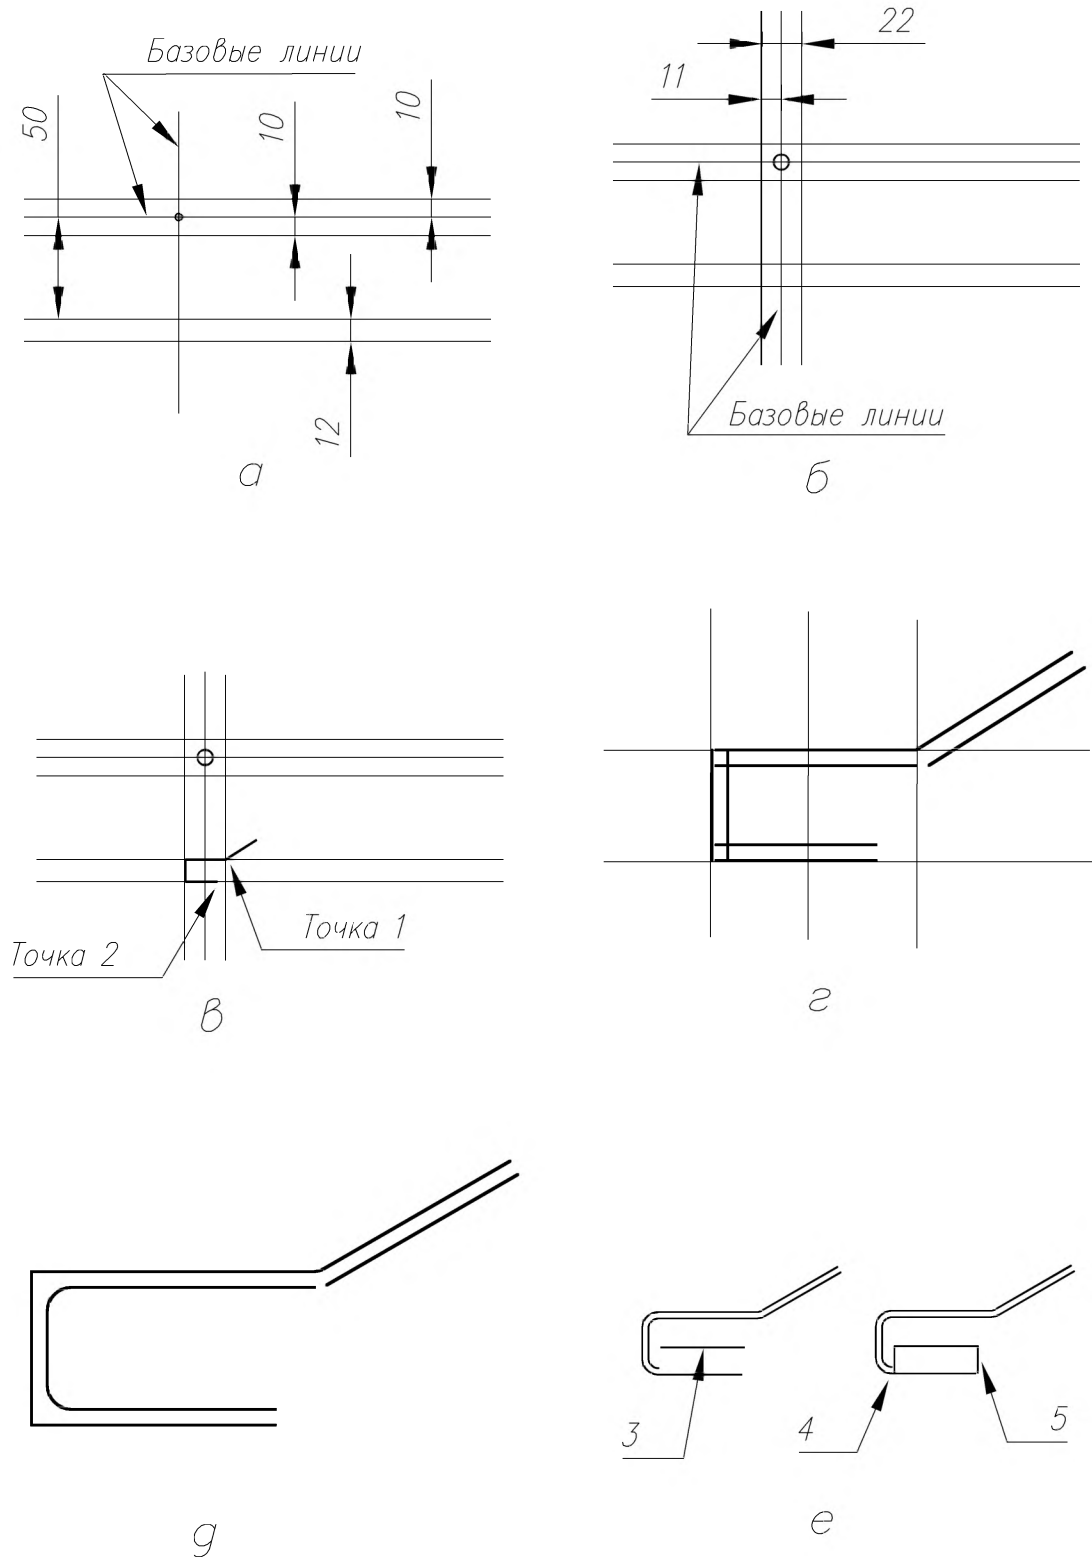

Рис. 6.2. Стадии рисования контакта
объектной привязкой. Эти две линии будем использовать, как базовые. Далее, используя приемы копирования на заданное расстояние, нанесите еще четыре линии, соответствующие габаритным размерам контакта, см. рис. 6.2а. Причем,
Затем аналогичными приемами сделайте две копии вертикальной линии, см. рис. 6.2б, на котором показано, как должны расположиться горизонтальные и вертикальные линии. «Канва» для рисования детали готова – приступим к работе. При выполнении предлагаемых ниже команд и действий можно повсеместно использовать объектные привязки, о чем в тексте никаких дополнительных указаний даваться не будет.
Щелкните по кнопке  **Line** (Линия). Подведите указатель мыши к точке 1 (рис. 6.2в) и щелкните ЛК. Этим вы обозначите первую точку линии. Затем введите с клавиатуры **@17<30** и дважды нажмите клавишу **Enter**. Напомним, что первая цифра (17) соответствует длине отрезка, а вторая (30) – углу его поворота против часовой стрелки от оси X.
Последовательно подводите его ко всем линиям чертежа и повторите щелчки ЛК. Следите только, с какой стороны надо рисовать вторую линию. В нашем случае все эквидистантные линии должны быть размещены по одну сторону от исходных (внутри детали) – см. рис. 6.2г.
Теперь выполним радиусы гибки. Для этого воспользуемся командой  **Fillet** (Сопряжение), о которой говорилось в разделе «Рисуем сопряжения» главы 4. При работе с этой командой укажите в командной строке величину радиуса 1,5 мм и в трех местах введите в чертеж детали радиусы со стороны гибки (рис. 6.2д).
Когда радиусы на детали будут выполнены, сместите линию 3 вверх при включенном режиме **Ortho**, причем, длина этой линии будет учитывать уменьшение исходной линии на величину радиуса. Дорисуйте линии 4 и 5, и можно считать главный вид детали готовым (кроме двух линий на наклонной части), см. рис. 6.2е.